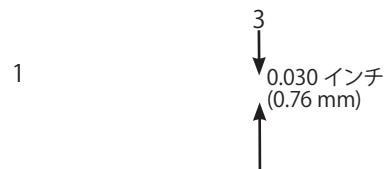

図56
1. 中央の電極部(図56)を観察する。薄茶色や灰色になつていれば正常に燃焼している。碍子が黒くなっているのは不完全燃焼である(エア・クリーナの汚れが原因であることが多い)。
- 2 すきまゲージでエア・ギャップの点検を行い、隙間の大きさが適切でなければ側面の電極を注意深く曲げて調整する(図56)。